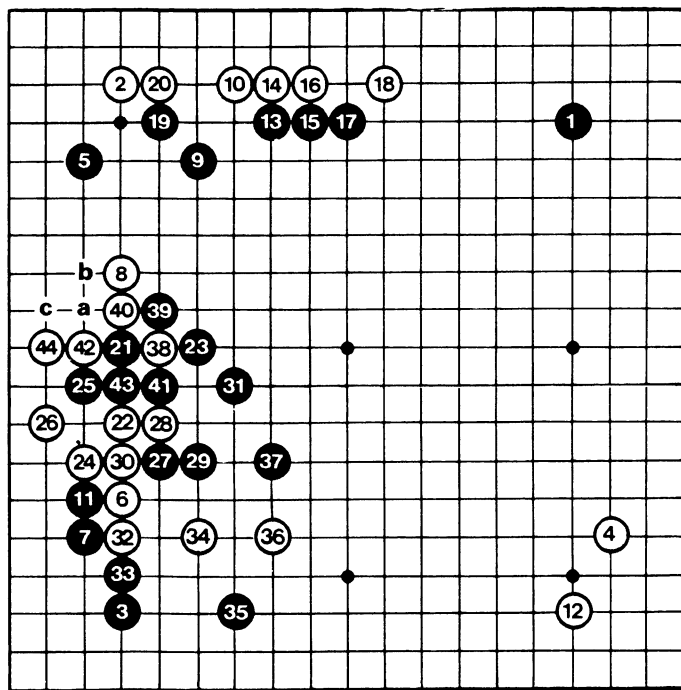

Figure 1 : coups 1 à 44.
► La plupart des parties commencent par l'occupation des 4 coins. Mais, pourquoi les coins, et où dans les coins ? Il s'agit, rappelons-le, de construire des territoires mais, au début, ceux-ci n'en sont que des esquisses ou des menaces. Les points les plus intéressants au début de partie sont donc des points de coin. Cela est assez simple à concevoir : on entoure, on protège plus rapidement le même nombre de points dans un coin que sur le bord et, a fortiori, qu'au centre, tout simplement parce que deux frontières "naturelles" sont déjà tracées. On voit sur la **figure 1** comment se
► Il y a essentiellement deux "curiosités" dans cette partie qui oppose deux professionnels 9-Dan, le plus haut niveau (Rin, Chinois de Taiwan, vedette des années 1965-70 et Hashimoto Shoji, leader de la *Kansai Ki In*, Fédération des joueurs de la région d'Osaka). D'abord, au coup 41, point aveugle pour les deux joueurs, mais aussi pour les nombreux professionnels assistant au match, c'est un amateur qui suggère la bonne réponse en "a" (figure 1) au lieu de 41, même si c'est Rin lui-même qui fournit la solution complète à l'analyse.